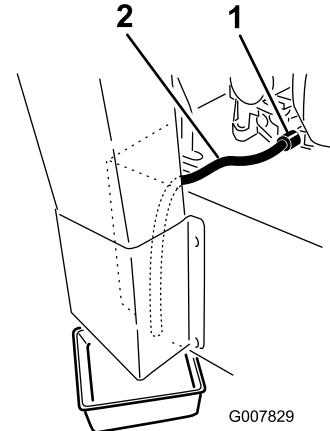

Bild 35
- Stellen Sie eine Auffangwanne unter den Ablassschlauch. Drehen Sie das Ölablassventil, damit das Öl ablaufen kann (Bild 35).